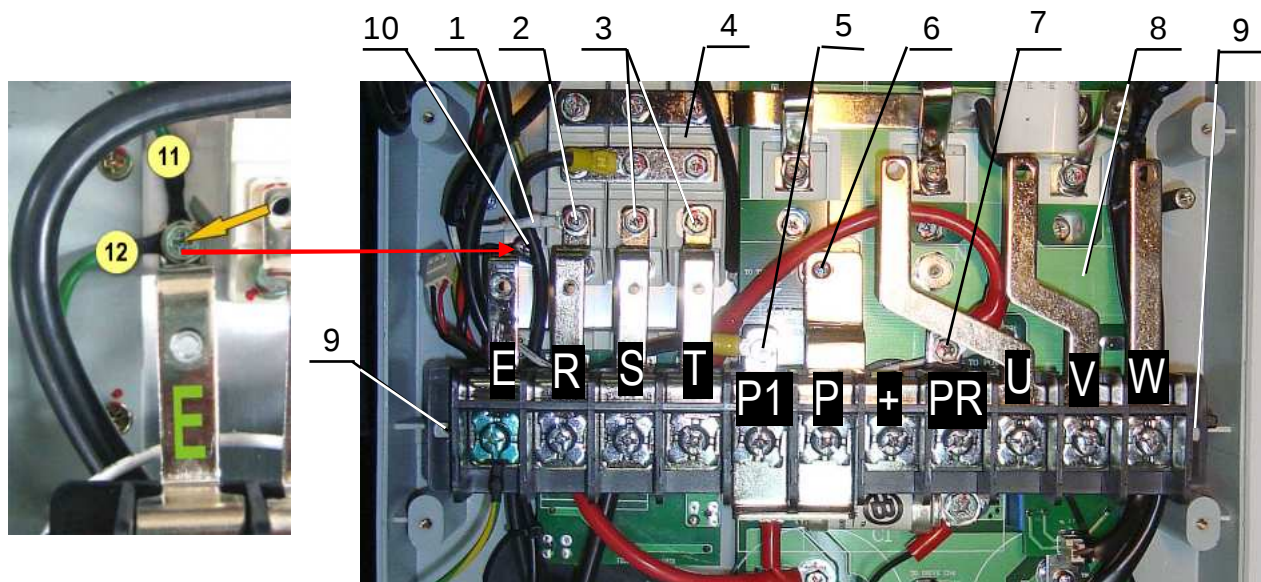

Рис. 7.20.
7.10.1. Взять клеммную колодку (табл.4.1, поз.16), установить колодку в корпус ПЧ, совместив крепежные отверстия с стойками средней части корпуса ПЧ (рис.7.20).
7.10.2. Вкрутить два винта 9 крепления клеммной колодки к стойкам корпуса (рис. 7.20).
7.10.3. Взять провода заземления (табл.4.1, поз.23 и 24; рис.7.20, поз.12 и 11), прикрутить винтом 10 (М5х12) наконечники проводов заземления и шину Е клеммной колодки к радиатору (рис.7.20).
7.10.4. Прикрутить наконечник красного провода «PR» винтом 7 (М5х12) к шине PR клеммной колодки (рис.7.20).
7.10.5. Прикрутить шину клеммной колодки Р винтом 6 (М4х8) к втулке емкостной платы (рис.7.20).
7.10.6. Прикрутить наконечник короткого провода реактора винтом 5 (М5х12) к шине Р1 клеммной колодки (рис.7.20).
7.10.7. Прикрутить шины S и Т клеммной колодки двумя винтами 3 (М5х12) к диодно-тиристорному модулю 4 (рис.7.20).
7.10.8. Прикрутить наконечник провода предзаряда 1 и шину R клеммной колодки винтом 2 (М5х12) к диодно-тиристорному модулю (рис.7.20).